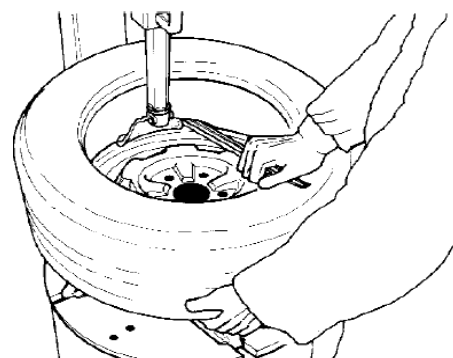

Figura 16
- Repita o mesmo procedimento para remover o talão inferior (Figura 16);